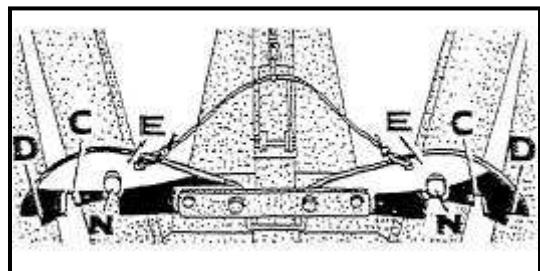

Abbildung 21
- Die Klinken nach Abb. 21 einrasten lassen. Auf korrekte Verriegelung achten.